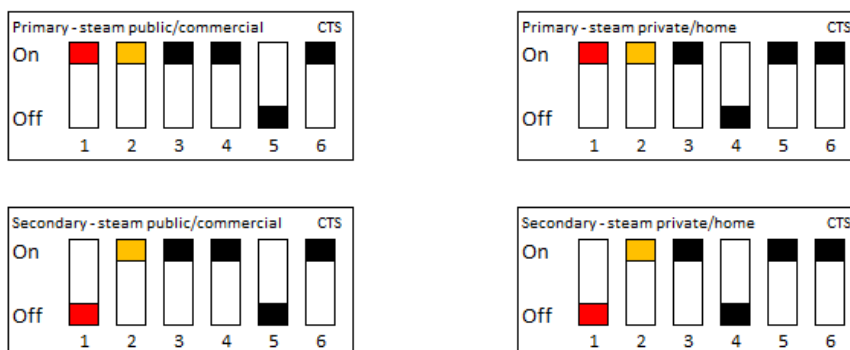

Fig. 17
När fler än en generator kopplas samman skall en av dem ställas in till att vara "Primary" (fabriksinställt) och vara den som styr de andra generatorerna. De andra enheterna ställs då in till att vara "Secondary" enligt dip-schema i Fig. 17
3. Välj en "secondary" ånggenerator och ändra dip-inställningarna till "primary" enligt rätt modell. Se Fig. 17. Anslut sedan manöverpanelen till ny "primary". En ny "initial setup" kommer krävas, då generatoren inte varit inställd som "primary" tidigare.